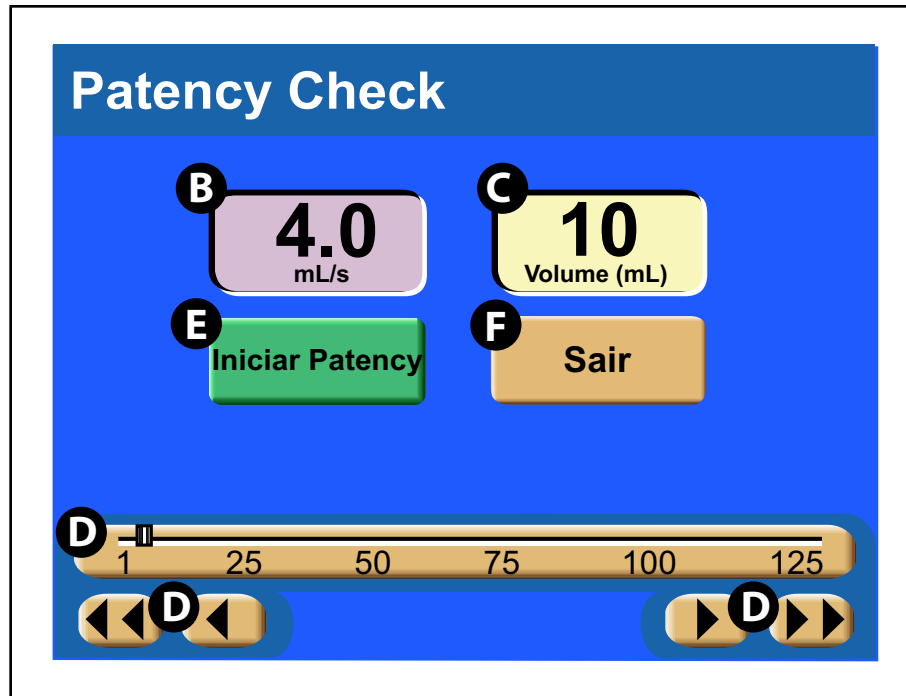

Figura 3-2-16 Tela Patency Check da cabeça motorizada
**Desobstrução** **D** - Essa tecla ficará ativa somente se ligada na tela Configuração. A tecla [Patency] fica disponível para aplicar uma verificação de desobstrução, a injeção de um pequeno volume de solução salina, para determinar a integridade do local de I.V. Veja a Figura 3-2-16.
Veja a Figura 3-2-16.
Para acessar a tela Patency Check como mostrado na Figura 3-2-16, pressione a tecla [Patency] **D** localizada na tela Principal ativada, como mostrado na Figura 3-2-15.
*B (lado)* **A** - A Patency Check (verificação de desobstrução) somente pode ser aplicada no lado da solução salina (na Figura 3-2-16, o lado B está configurado como o lado da solução salina).